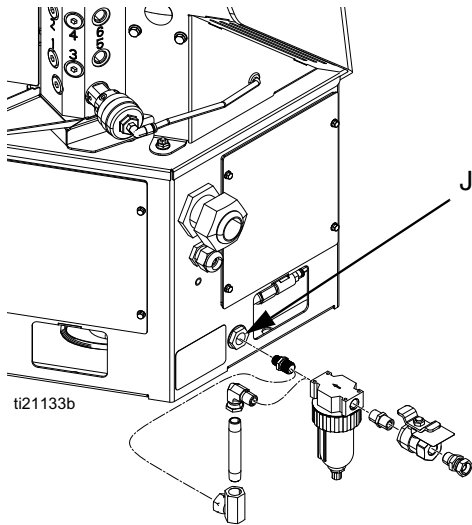

图 10
9. 在 1/4 NPT 内螺纹系统空气入口 (J) 处安装随附的放气球阀和空气过滤器套件（Graco 部件号 24R707）。参见图 10。